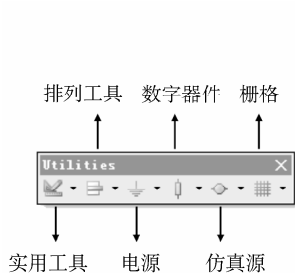

图 3-6 Utilities 工具栏
2) Utilities (实用) 工具栏：包括实用工具 (Utilities Tools)、排列工具 (Alignment Tools)、电源 (Power Sources)、数字器件 (Digital Devices)、仿真源 (Simulation Sources)、栅格 (Grids) 等按钮，如图 3-6 所示。单击这些按钮会弹出相关的子工具栏，子工具栏在后面用到时再详细介绍。